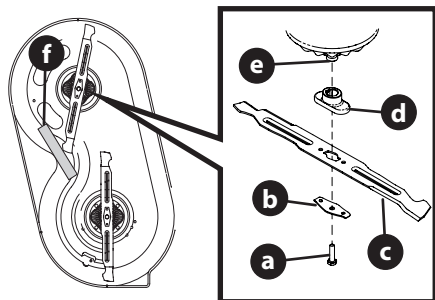

Figura 41
2. Retire el perno (a) y el soporte de la campana de la cuchilla (b) que sujetan la cuchilla (c) y el adaptador de la cuchilla (d) al eje del motor (e) (Figura 41).